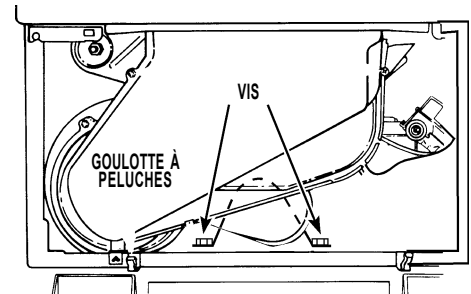

FIGURE 3
4. Ouvrir la porte et enlever le filtre à peluches. Utiliser un tourne-écrou de 1/4 po pour enlever les deux (2) vis fixant la goulotte à peluches sur le carter du ventilateur. Enlever la goulotte à peluches.
5. Dans le cas d'un appareil à gaz, il sera nécessaire d'enlever la bride du brûleur pour pouvoir accéder au conduit d'évacuation. Pour cela, ôter les deux (2) vis fixant la bride sur la base de la caisse. On peut alors extraire le sommet de la bride de l'ensemble du brûleur. Pour enlever le conduit d'évacuation, accéder à travers l'ouverture pour ôter les deux (2) vis de la bride U sur le conduit d'évacuation. Retirer le conduit d'évacuation à travers le carter du ventilateur (tirer) et faire passer le conduit d'évacuation à travers l'ouverture de l'avant. Veiller à ne pas endommager les conducteurs présents dans la cavité. Voir Figure 3.
6. Prendre le conduit d'évacuation (avec bride) fourni dans l'ensemble à installer; placer l'extrémité dans le carter de ventilateur. Avec un tourne-écrou de ¼ po, fixer la bride sur la base de la caisse, avec les deux (2) vis fournies. Voir Figure 3.